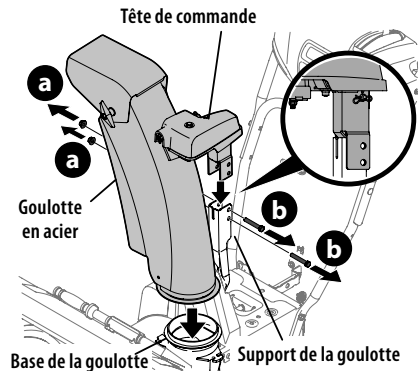

Figure 21
- Retirez les écrous autobloquants (a) et les boulons (b) du support de la goulotte (vous aurez besoin de deux clés). Voir (Figure 21).
- Placez la goulotte sur sa base et placez la tête de commande sur le support de la goulotte. Voir (Figure 21).